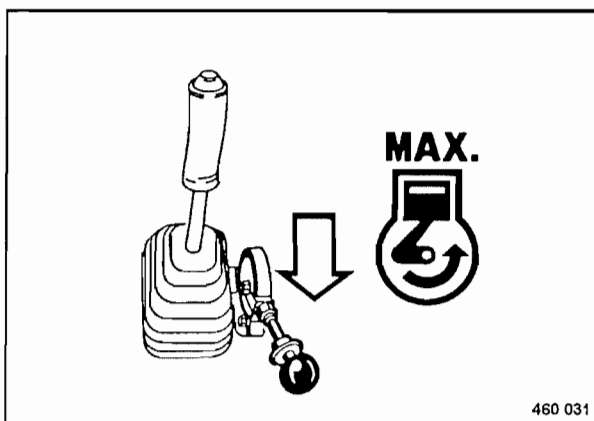

Fig. 54
- Colocar la palanca reguladora de revoluciones (Fig. 54) siempre en posición "MAX." y bloquearla.